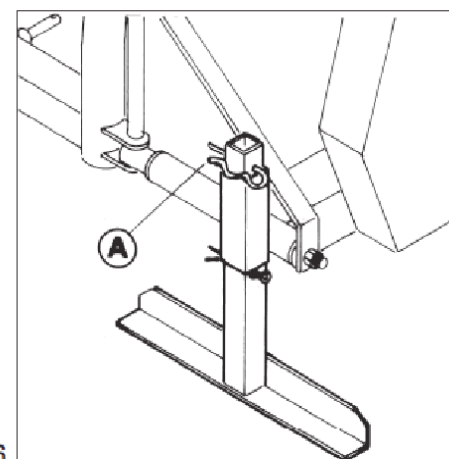

FIG. 4.6
Togliere il piede dalla posizione di appoggio (Fig. 4.6), inserirlo rovesciato in posizione di lavoro e rimettere la coppiglia di sicurezza (A).
Raise foot support (Fig. 4.6) and bring into working position and fasten with split pin "A".
Levantar la zapata, colocándola en posición de trabajo y ajustar la clavija de seguridad (A) (Fig. 4.6).
Retirer le pied de la position d'appui (Fig. 4.6), l'insérer à l'envers en position de travail et remettre la goupille de sécurité (A).